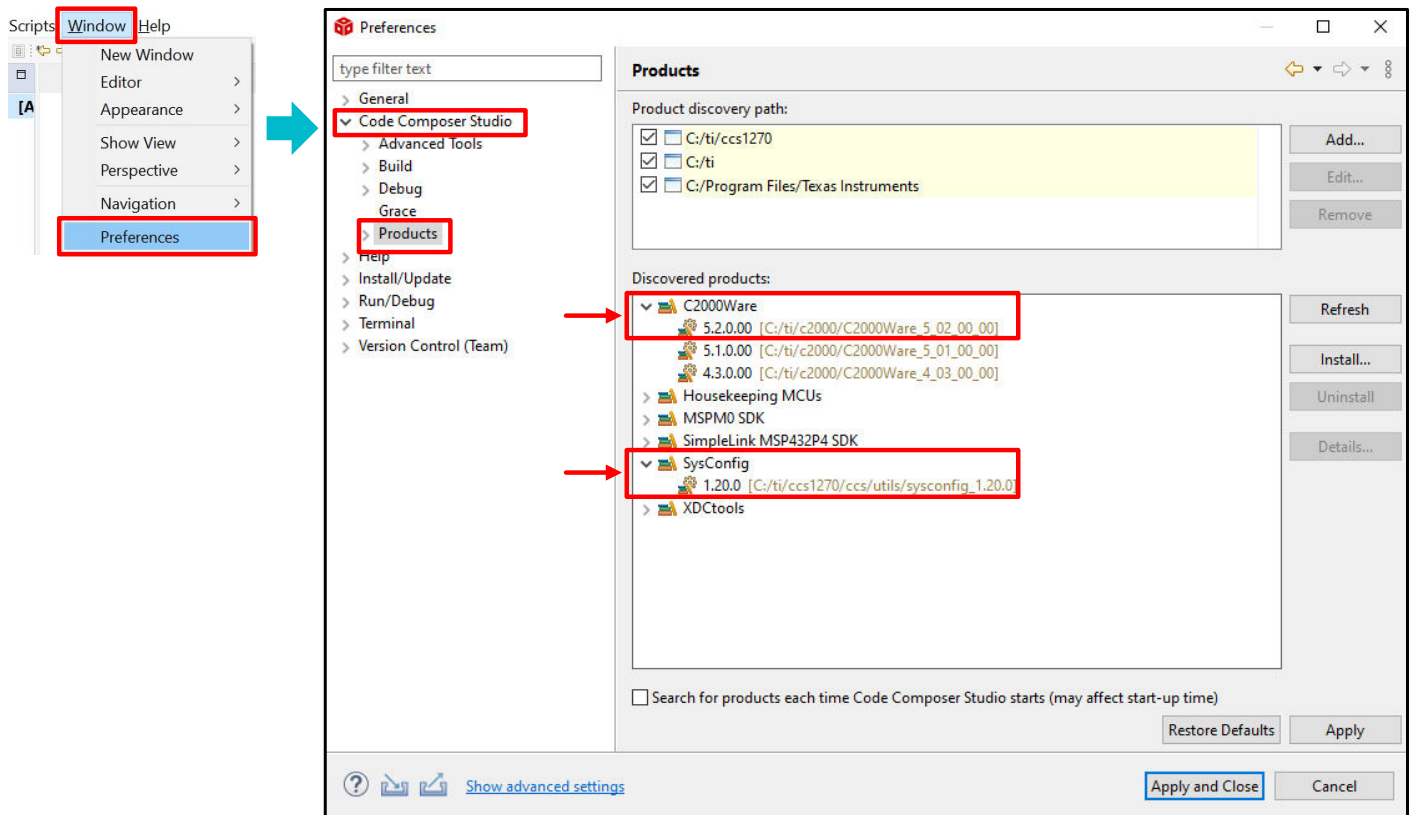

图 2-2. C2000Ware 5.02.0.00 安装验证
- 确保“Discovered products”下有“C2000Ware 5.2.0.00”和“SysConfig”（安装 C2000Ware 时会自动安装 SysConfig），如图 2-2 所示。如果没有出现“C2000Ware 5.2.0.00”或“SysConfig”，请点击“Preference”窗口右侧的“Refresh”。如果仍然不出现，请检查安装是否正确。SysConfig 的独立桌面版本可在 SYSCONFIG 系统配置工具 中找到。